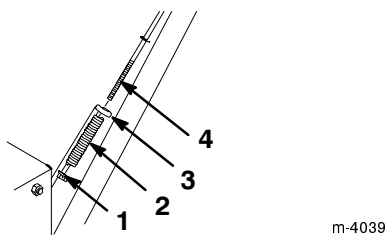
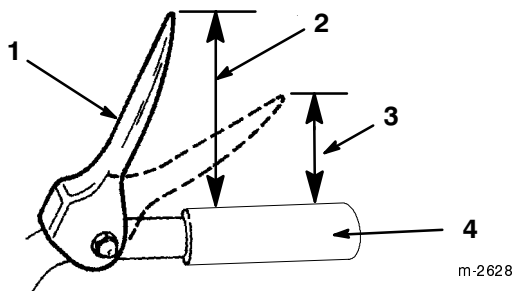

Figure 13
Figure 14
2. Réglez la position de l'écrou à embase sur la tige de commande de traction vers le haut ou vers le bas (Fig. 13) pour que l'extrémité de la manette de commande de traction soit à environ 12,7 cm de la poignée (Fig. 14).
**Remarque :** Le réglage est correct si les roues cessent de tourner quand le bout de la manette de commande de traction est à une distance de 7,6 à 10,2 cm de la poignée (Fig. 14).